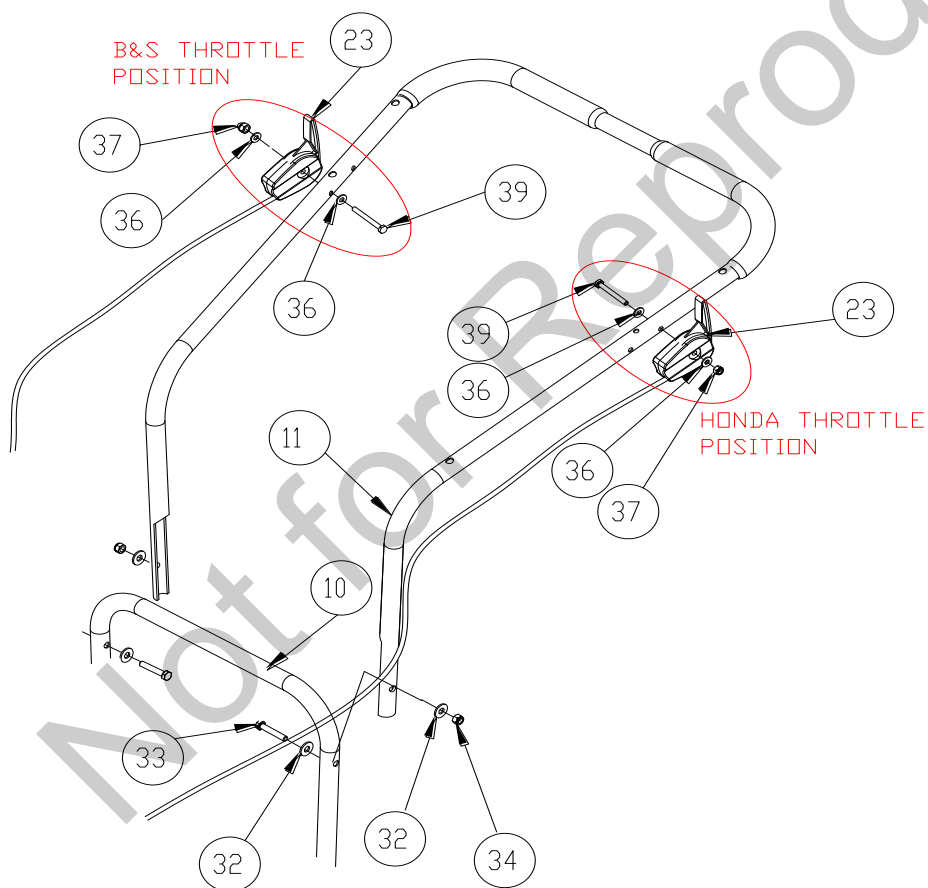

Fig. 1
1. Start med at **SAMLE** den øverste del af styret (element 11) ved hjælp af hardware fra reservedelsposen (elementerne 34, 32, og 33) og forbind herefter med den nederste del (element 10). Stram alle skruer godt. (Se *fig. 1*.)